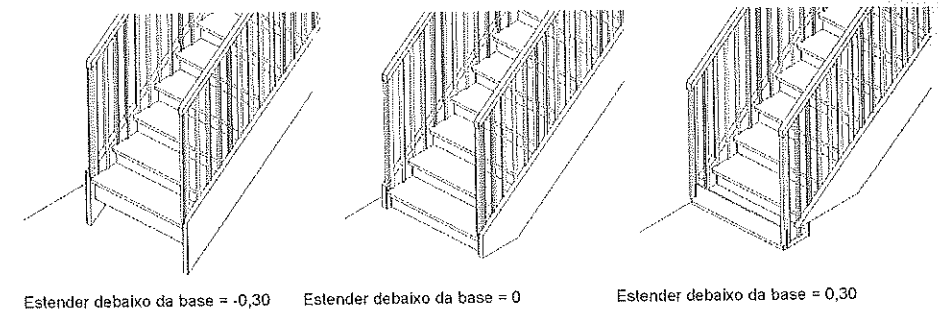

Figura 11.31 – Propriedade Estender debaixo da base.
- **Estender debaixo da base:** altura do suporte lateral em relação ao nível da base da escada, Figura 11.31.